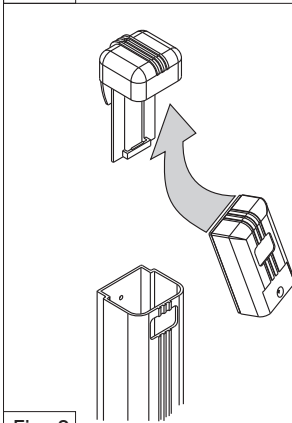

Fig. 3
Fissaggio su Colonna (Fig.3 e Fig.4): Le Colonnette (8) in alluminio anodizzato sono fornite ad una altezza da terra prefissata, da installarsi tramite un Cono di espansione (9) allo Zoccolo di base (10) con la vite (11), quindi il tutto va ancorato a pavimento con i Tasselli (12). L'estremità superiore della Colonna (8) è munita di Coperchio di custodia (1), all'interno del quale va agganciato il gruppo Proiettore (3) o il gruppo Ricevitore (6) (Fig.3); che verranno definitivamente fissati alla Colonna (8) dalla Vite (14).
Fixation sur potelet (Fig. 3 et 4): les potelets (8) en aluminium anodisé sont fournis avec la même hauteur. Ils sont à installer au moyen d'un cône d'expansion (9) à la base (10) au moyen d'une vis (11), pour la fixation au sol avec des chevilles (12). L'extrémité supérieure du potelet (8) est fourni avec le couvercle (1) où à l'intérieur on va clipser l'émetteur (3) ou le récepteur (6) (Fig. 3) qui doivent être ensuite fixés au potelet (8) au moyen de la vis (14).
Montage auf der Säule (Abb. 3 und 4): Die Säulen (8) aus eloxiertem Aluminium werden nach bestimmten Höhen ausgeliefert und werden auf dem Grundsockel (10) durch einen Expansionskegel (9) mittels der Schraube (11) montiert, alles wird am Boden durch Dübel verankert (12). Die Spitze der Säule (8) ist mit einer Halter-Deckel (1) ausgestattet, woran der Lichtsender (3) oder der Lichtempfänger (6) (Abb. 3) gehängt werden; alles wird mittels der Schraube (14) an der Säule (8) befestigt.